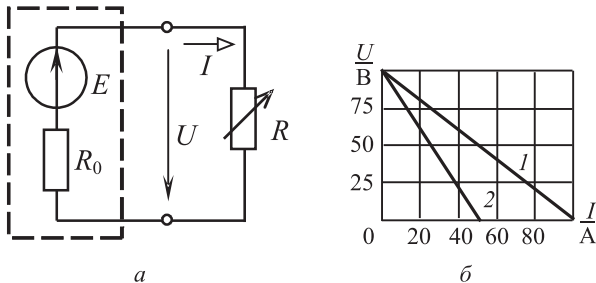

Рис. 1.5
**Задача 1.5.** ЭДС источника схемы (рис. 1.5, а)  $E = 100 \text{ В}$ . Сопротивление внешней цепи  $R$  изменяется от бесконечности до нуля. Построить зависимость  $U(I)$  при двух значениях внутреннего сопротивления источника:  $R_0 = 1 \text{ Ом}$  и  $R_0 = 2 \text{ Ом}$ .
Зависимость  $U(I)$  для  $R_0 = 1 \text{ Ом}$  представлена на рис. 1.5, б прямой 1, для  $R_0 = 2 \text{ Ом}$  – прямой 2.